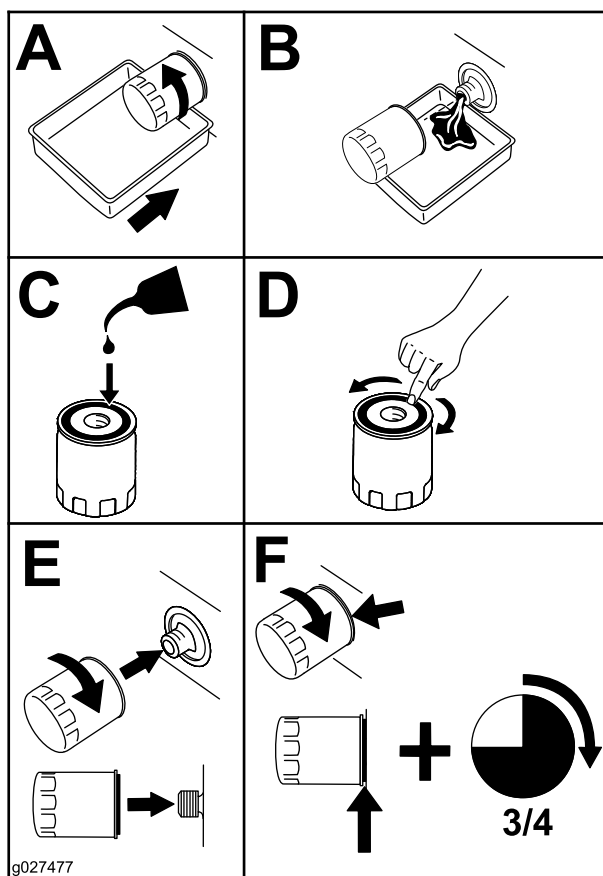

Figura 39
4. Substitua o filtro do óleo (Figura 39).